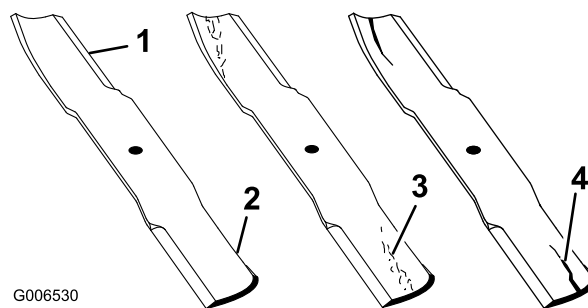

Figure 44
1. Examinez le tranchant des lames (Figure 44). Si elles ne sont pas tranchantes ou si présentent des indentations, déposez et affûtez les lames ; voir Affûtage des lames.
2. Inspectez les lames, surtout la partie relevée (Figure 44). Remplacez immédiatement toute lame endommagée, usée ou qui présente une entaille (repère 3 de la Figure 44).